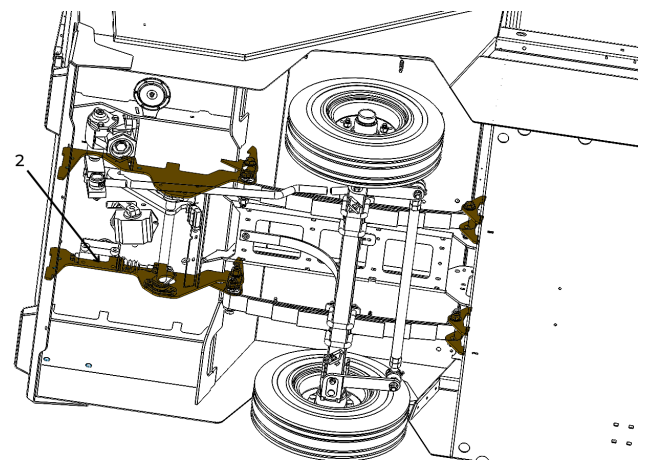

Figure 43. Plaques de montage de la suspension avant.
- Plaques de montage de la suspension avant (2) (voir figure 43).